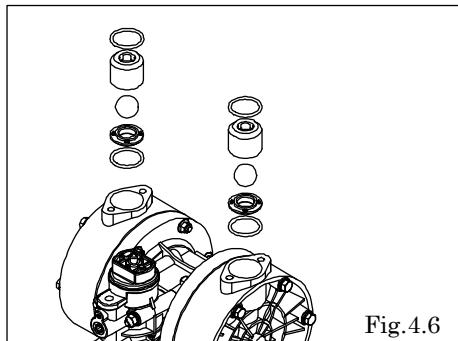

Fig.4.6
- ・O リング、バルブ受け、ボール、バルブシートを取り外す。[Fig.4.6]